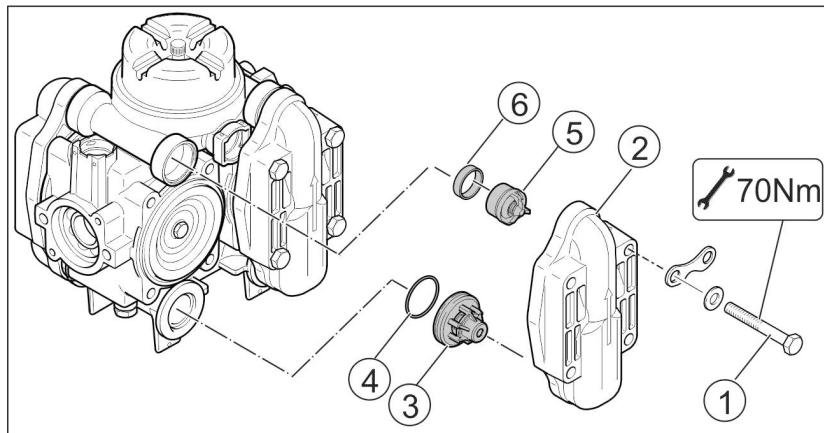

Рис. 193
1. Отвинтите кожух (Рис. 193/1) с крыши кабины.